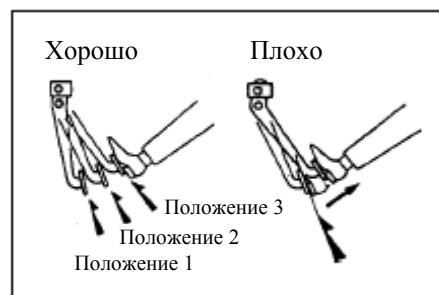

Рис.271
(1) Проверка воздушной герметизации.
- a. Запустите двигатель, выключите его через одну или две минуты, и медленно нажмите на педаль несколько раз (рис. 271).